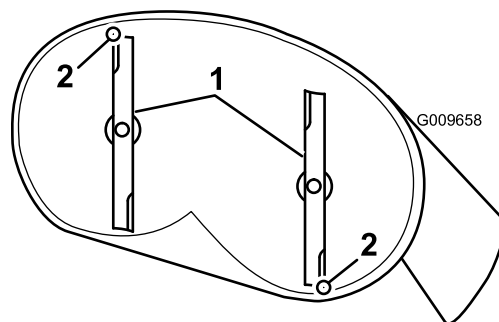

Figure 56
4. Faites pivoter les lames avec précaution pour faire passer les pointes avant à l'arrière (Figure 56).
5. Mesurez la distance entre la pointe de la lame avant et la pointe de la lame arrière par rapport à la surface plane (Figure 56). Si la pointe avant de la lame n'est pas de 1,6 à 7,9 mm plus basse que la pointe arrière, réglez le contre-écrou avant.
8. Une fois le réglage effectué, vérifiez à nouveau l'inclinaison avant/arrière des lames. Poursuivez le réglage de l'écrou jusqu'à ce que la pointe avant de lame soit de 1,6 à 7,9 mm plus bas que la pointe arrière (Figure 56).